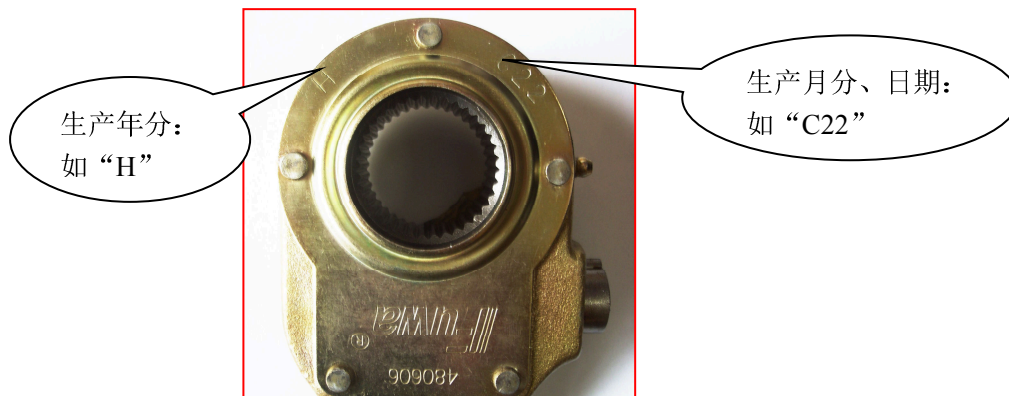

图 1
- 2、检查盖板上是否有型号与生产批次号，以便作为维修保养时的依据。（如图 1）